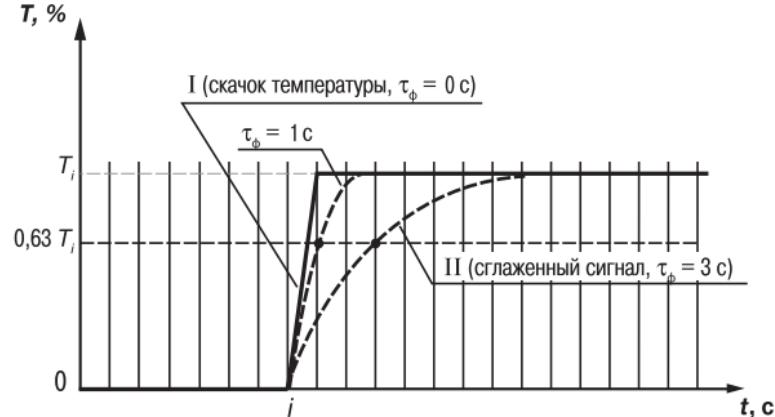

Рис. 4
3.2.4.3. Во-вторых, фильтр устраниет шумовые составляющие сигнала, осуществляя его экспоненциальное сглаживание. Основной характеристикой экспоненциального фильтра является постоянная времени τ_ϕ – интервал, в течение которого сигнал достигает 0,63 от значения каждого измерения T_i (рис. 4).
3.2.4.4. При больших значениях τ_ϕ фильтр вносит значительное запаздывание, но шумы заметно подавлены (кривая II на рис. 4). При τ_ϕ близких к нулю фильтр довольно точно отслеживает изменения входного сигнала, но уровень шума практически не уменьшается (кривая I на рис. 4). При установке оптимальных значений параметров фильтра (подробнее см. раздел 6.2.2) задержка сигнала, вносимая фильтром, не будет оказывать отрицательного влияния на процесс регулирования, при этом сохранится эффективность подавления помех.